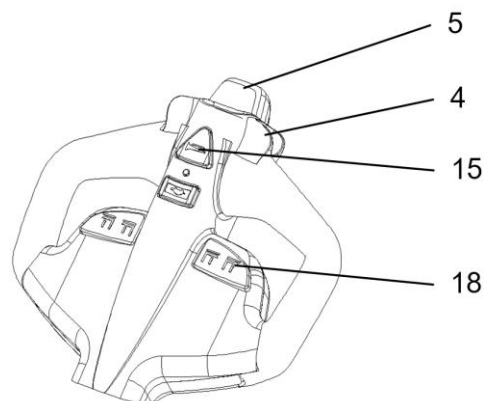
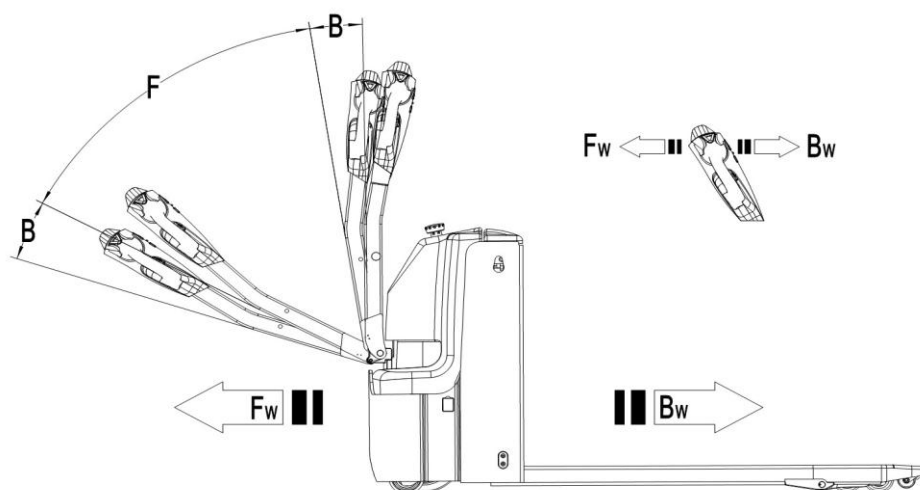

Рис.8: Ручка управления
Рис. 10: Направления движения
Нажмите на кнопку (рис. 8, поз. 15) для проверки работы звукового предупреждающего сигнала.
Для осуществления подъема груза необходимо полностью подъехать под поддон с грузом, нажать и удерживать кнопку подъема (рис. 8, поз. 18), пока не будет достигнута нужная высота подъема.
Для опускания вилок нажмите и удерживайте кнопку снижения (рис. 8, поз. 18). Опускайте груз, пока вилы не освободятся от паллета, затем аккуратно переместите тележку от груза.
Длительно нажмите на кнопку питания (рис. 1, поз. 14), введите ПИН-код или используйте карточку доступа, переведите ручку управления в рабочее положение («F», рис. 10).
Отклоните маховики управления в нужном направлении «вперед» («Fw», рис. 10) или «назад» («Bw», рис. 10).
Контролируйте скорость передвижения с помощью маховиков (рис. 8, поз. 4) для достижения требуемой скорости.
- Переключение маховиков управления (рис. 8, поз. 4) обратно в начальное положение или освобождение маховиков активирует систему торможения. Тележка тормозит до полной остановки.
- При переключении маховиков управления (рис. 8, поз. 4) из положения «движение в одном направлении» в положение «движение в противоположном направлении», тележка постепенно тормозит, пока не начнет движение в противоположном направлении.
- Тележка тормозит, если ручку управления перевести в верхнее или нижнее положение к точкам торможения («В», рис. 10). При отпуске рукоятки управления автоматически возвращается в верхнее положение к точке торможения («В», рис. 10). Тележка будет тормозить, пока не остановится.
- Кнопка противоотката (безопасности) (рис. 8, поз. 5) защищает оператора от получения повреждений и травм. Если эта кнопка включена, тележка притормаживает и/или начинает движение в противоположном направлении («Вw», рис. 10) на небольшое расстояние и останавливается. Необходимо помнить, что эта кнопка действует, даже если тележка не едет, но ручка управления находится в рабочем положении.